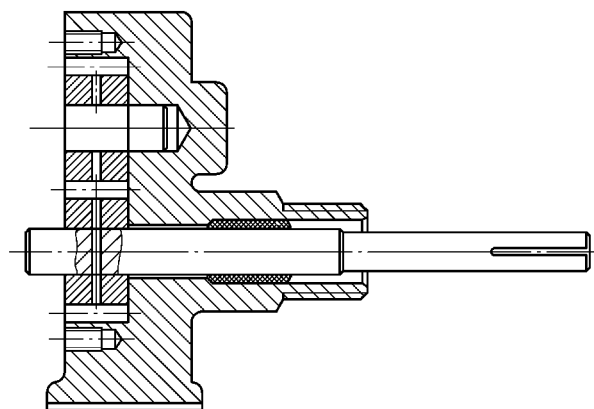

图 12-6 修剪
4) 分解图块,修改主视图,将插入零件后被遮住的部分修剪掉,并删除多余的线条,如图 12-6 所示。